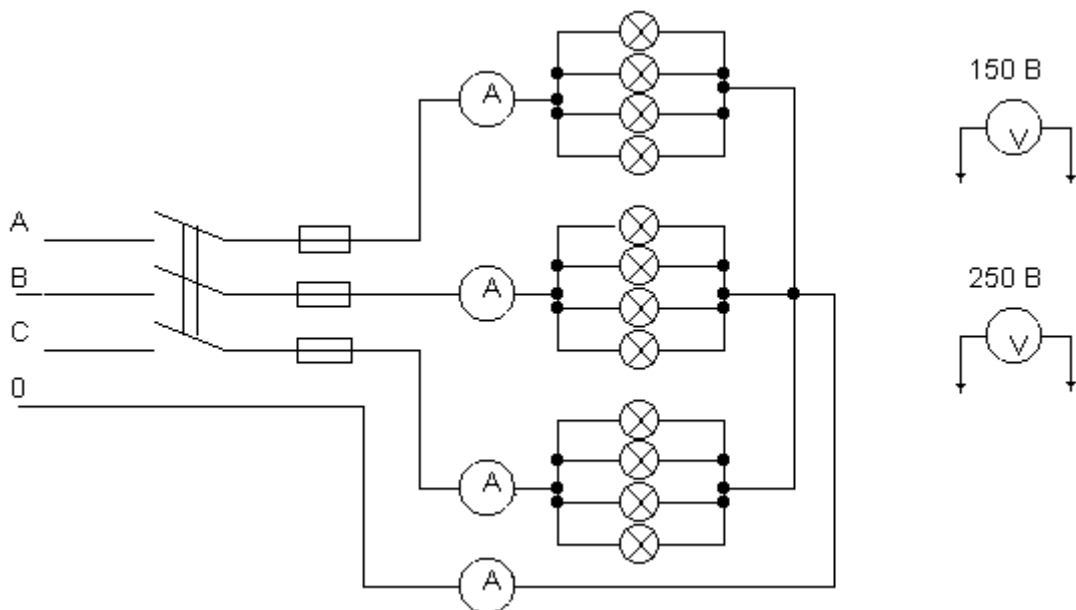

Рис.3.
1. Собрать цепь по схеме рис.3 и получить разрешение на ее включение.